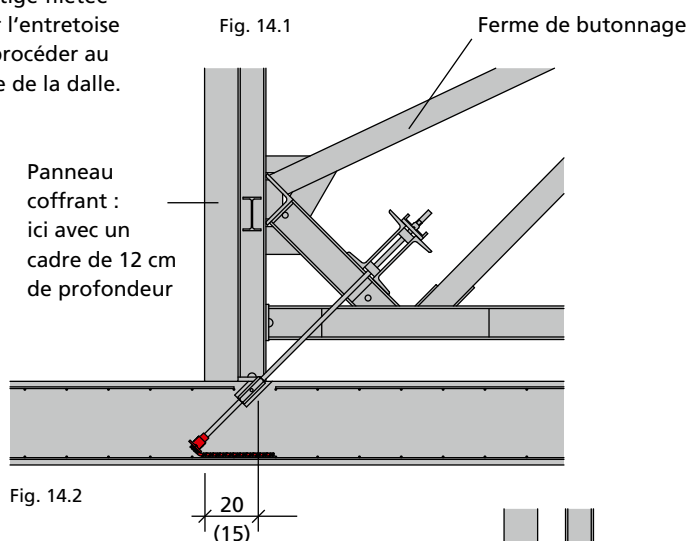
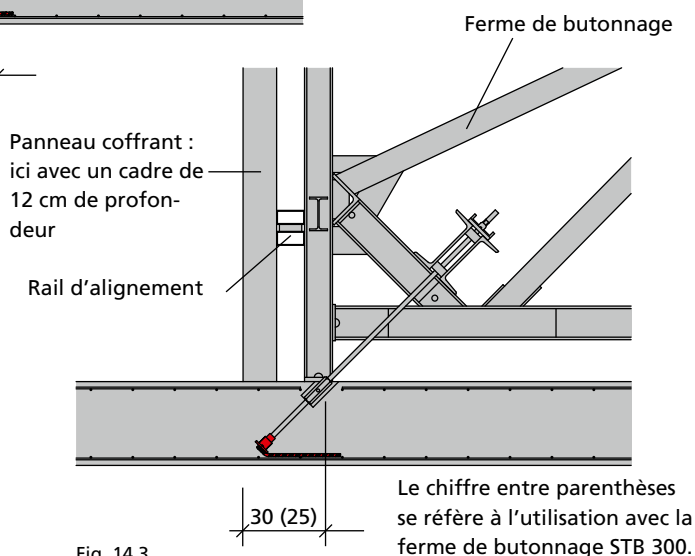

Fig. 14.2
Fig. 14.3
- de 20 cm pour la ferme de butonnage STB 450 (fig. 14.2), de 30 cm avec des rails d'alignement en plus (fig. 14.3) ;